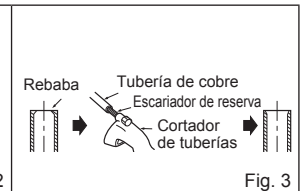

Fig. 3
- 2) Elimine completamente las rebabas del corte transversal del tubo. (Fig. 3)